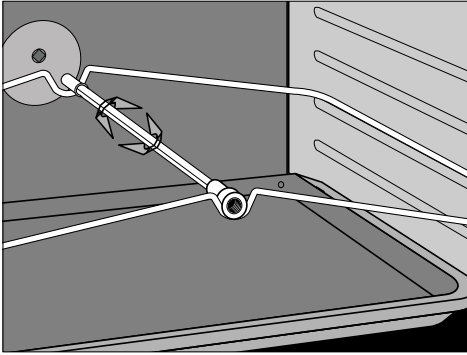

fig. 12: Draaispit
- Steek het spit in de opening van de grillmotor (zie fig. 12) en laat het draaispit op de grillsteun zakken.